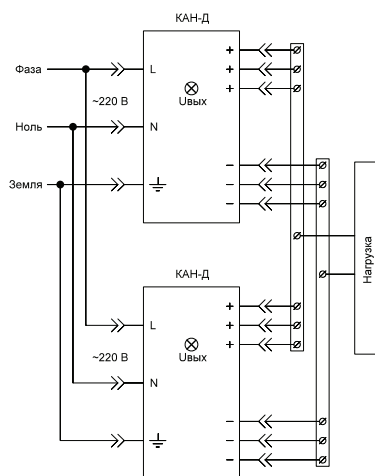

Рис.10. Параллельная работа
После выравнивания напряжений обесточьте блоки и соедините их согласно рис.10;
4. Для корректной работы в параллель соединение блоков с нагрузкой необходимо производить проводниками одинаковой длины и сечения, либо шинами, как показано на рис.10.